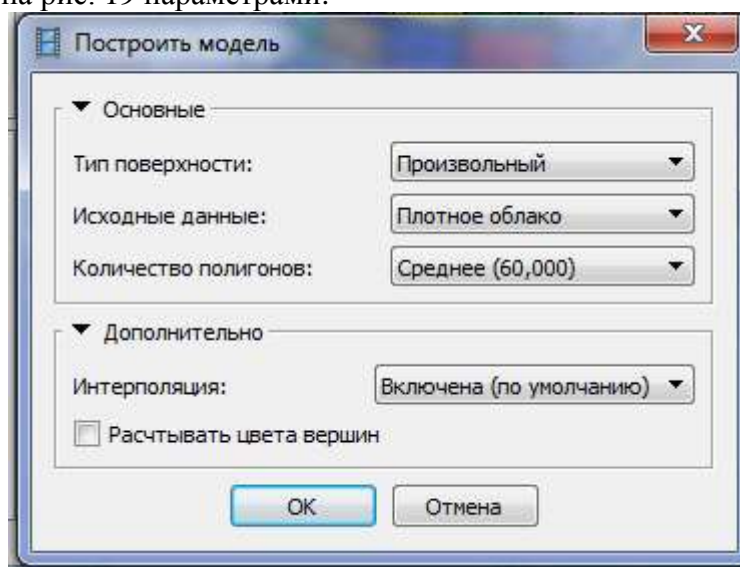

Рис. 19. Установка параметров формирования полигональной модели
4. Теперь на основании полученного плотного облака точек можно построить трехмерную полигональную модель. Для этого используется команда *Обработка-Построить модель* с указанными на рис. 19 параметрами: